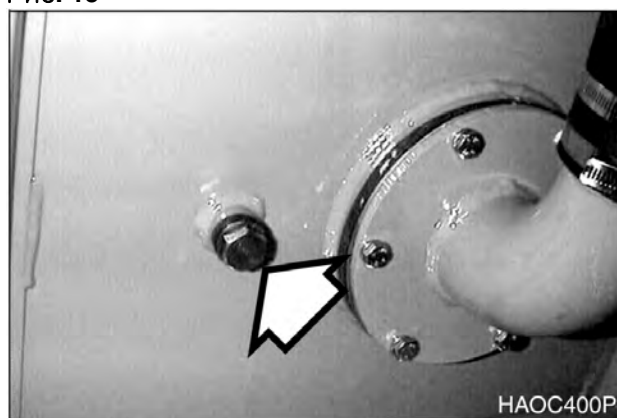

Рис. 16
- B. Слить избыток масла через сливное отверстие (рис. 16) в нижней части бака в соответствующую емкость.